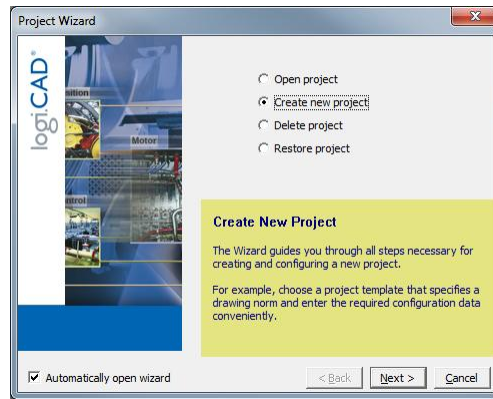

Abbildung 2: logiCAD Projekt-Wizard
2. Der Projekt-Wizard startet automatisch wie in Abbildung 2 gezeigt.